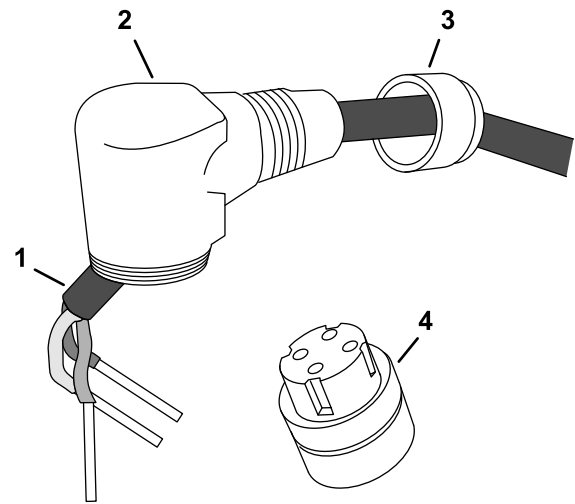

Bild 12
3. Entfernen Sie den Anschlusskörper und die Überwurfmutter aus dem Gehäuse des Druckschalteranschlusses (Bild 12).
4. Richten Sie den Kabelbaumzweig durch die Gehäusemutter und das Steckergehäuse (Bild 12) aus.